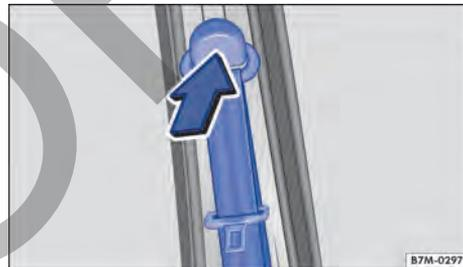

Fig. 32 Junto a los asientos delanteros: regulador de la altura del cinturón.
- Presione el dispositivo de reenvío en el sentido de la flecha y manténgalo en esta posición → Fig. 32.